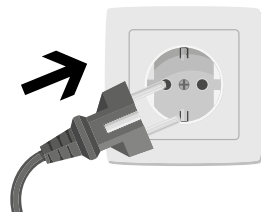

Abb. 1
- Um das Fleisch Döner Kebab zu drehen, muss man den Motor, der sich auf dem Formprofil zum Verschieben des Motors (7) befindet, mit Hilfe des Steuerschalters für den Motor (5) ein- und ausschalten.
- Stecken Sie den Stecker der Anschlussleitung des Gerätes (des Motors) in die Netzsteckdose (Abb. 1).